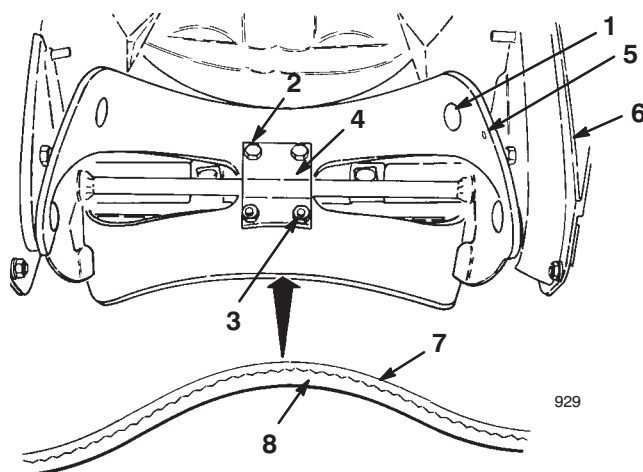

Figure 11
4. Enlevez les quatre vis Torx, les deux boulons et les six contre-écrous qui fixent l'une des pales à l'ensemble arbre de turbine (Fig. 11).
5. Déposez la pale usagée en la faisant coulisser entre les supports (Fig. 11).
6. Examinez le bord de la pale neuve pour détecter la différence d'épaisseur (Fig. 11).
Remarque : Montez les pales en dirigeant la couche épaisse vers l'intérieur de la courbe. (Fig. 11). Si elles ne sont pas montées correctement, les pales sont déséquilibrées, ce qui fait "sauter" ou "rebondir" la déneigeuse.
9. Placez la tête des vis sur le côté épais de la pale (Fig. 11).
10. Courbez la pale et fixez-la avec les quatre vis Torx et contre-écrous restants, en plaçant la tête des vis sur le côté épais de la pale (Fig. 11).